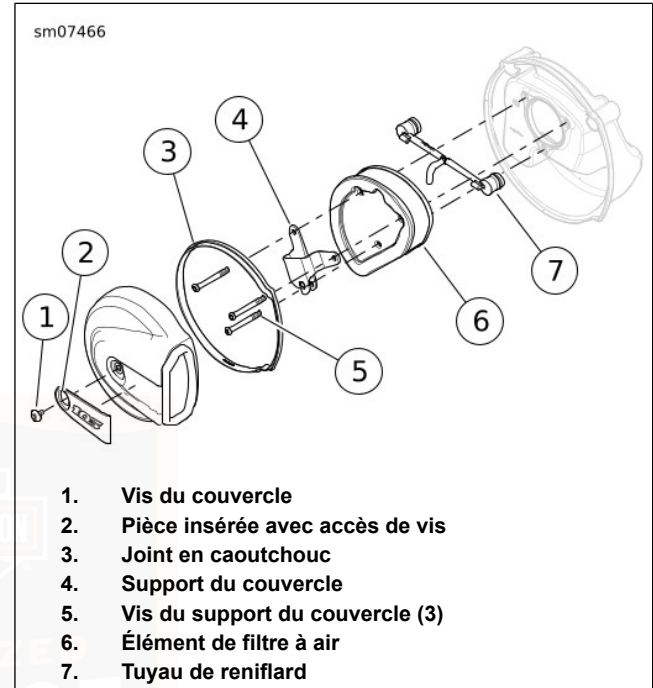

Figure 74. Ensemble de filtre à air
1. Voir Figure 74. Retirer la vis et le couvercle de filtre à air avec le joint caoutchouté.
1. Voir Figure 74. Installer le tuyau de reniflard sur les boulons de reniflard.